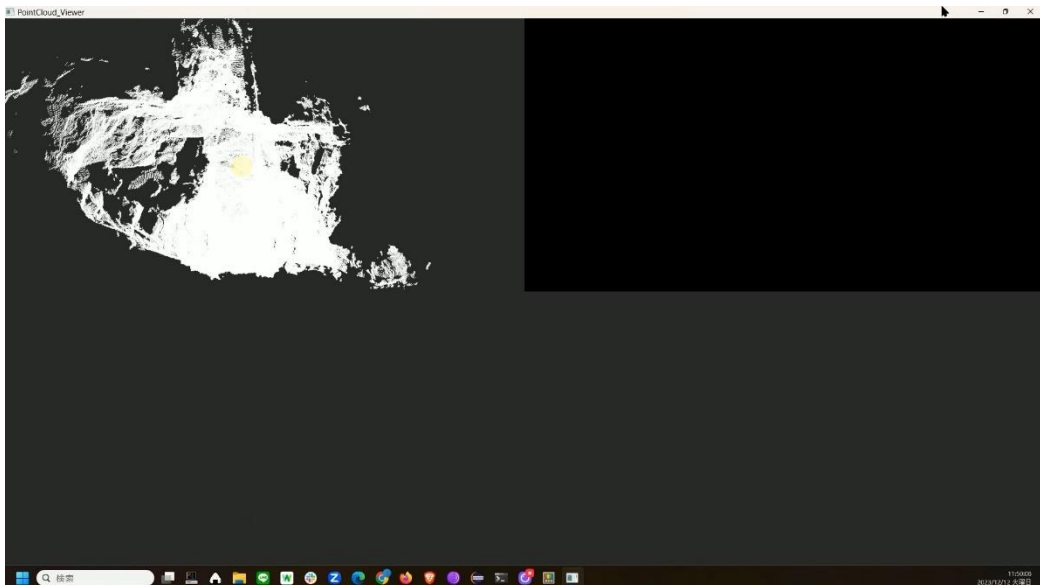
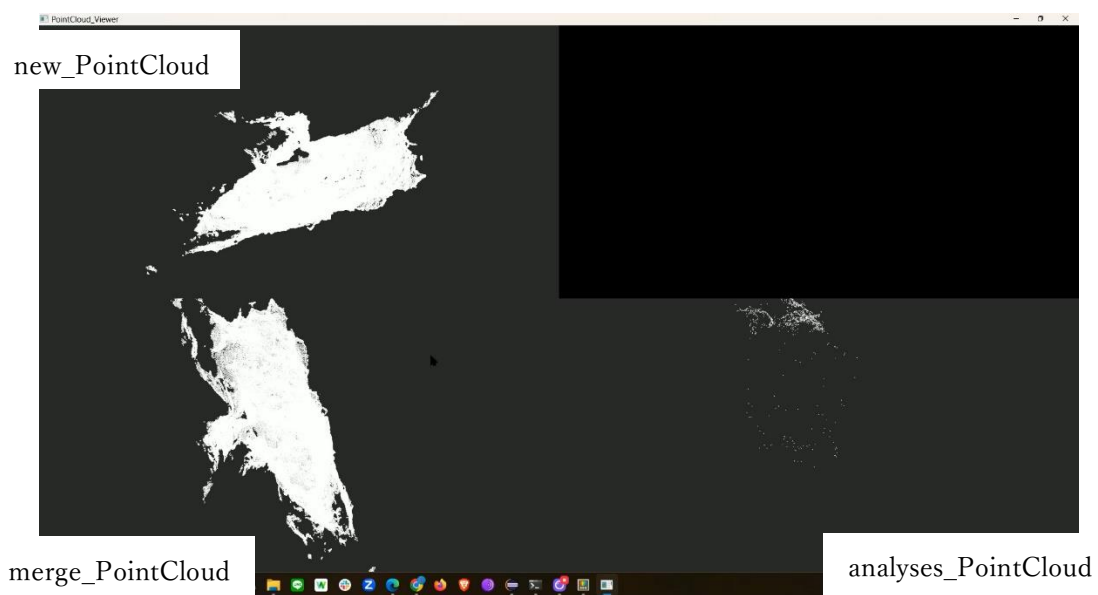

図 47 一度目の計測の時に表示される new\_PointCloud
図 48 二度目以降の計測時に表示される各種点群データ
- ④ PointCloud\_Viewer RTC の Configuration ポートの DataLoadOption で点群データの表示方法で "One\_at\_a\_Time" を選択すると, 上記①から③の様にウィンドウが一つずつ表示される. "SameTime" を選択すると, 一つのウィンドウに 3 つ同時に表示される. 図 47, 図 48 は "SameTime" を選択した時のウィンドウである. 一度目の計測時のみ図 47 のように new\_PointCloud のみが表示される.